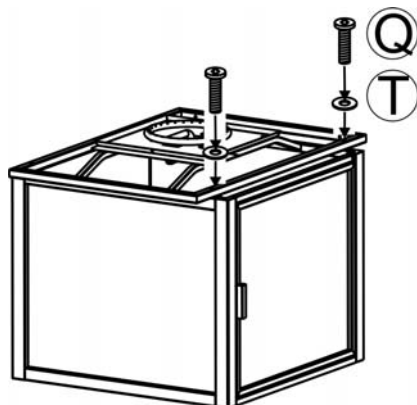

Figura 3
2. Fije el soporte conector superior a el marco de base de hoyo de fuego usando cuatro pernos de 1/4 pulgada x 40 mm y arandelas de Ø6.5x1.0 mm como se muestra en la Figura 3. Apriete a mano únicamente.